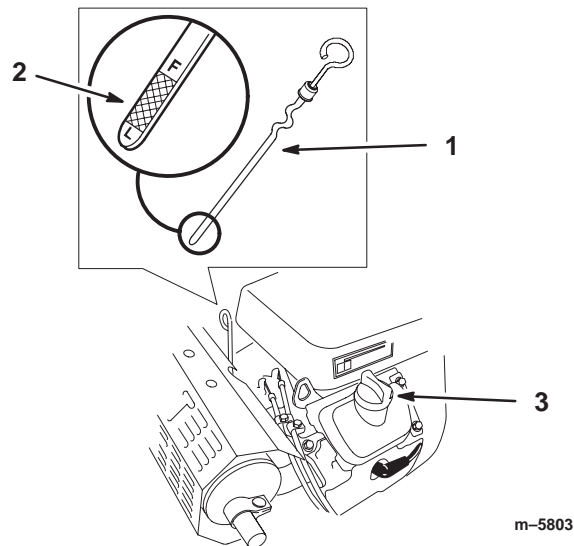

Figure 36
2. Nettoyez la surface autour de la jauge d'huile (Fig. 36) pour éviter que des impuretés ne tombent dans le moteur.
3. Sortez la jauge d'huile et essuyez soigneusement l'extrémité métallique (Fig. 36).
4. Enfoncez la jauge complètement dans le moteur. Sortez de nouveau la jauge et examinez l'extrémité métallique (Fig. 36). Si le niveau est bas, versez lentement une quantité d'huile suffisante dans le goulot de remplissage pour amener le niveau au repère du plein (Full).
7. Versez lentement environ 80% de la quantité d'huile spécifiée dans le goulot de remplissage (Fig. 36) (voir Changement de l'huile moteur et du filtre, page 31).